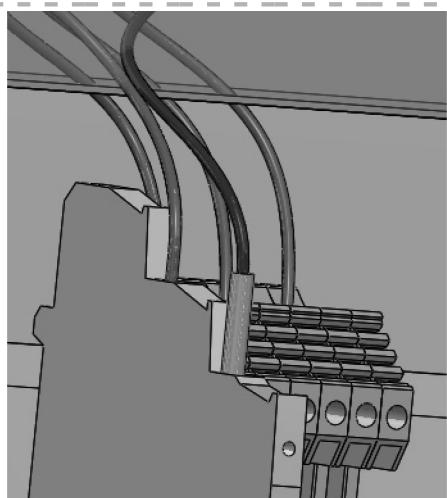

图 2-8 布线
**步骤 18 布线** 单击【布线】/【确定】，如图 2-8 所示。